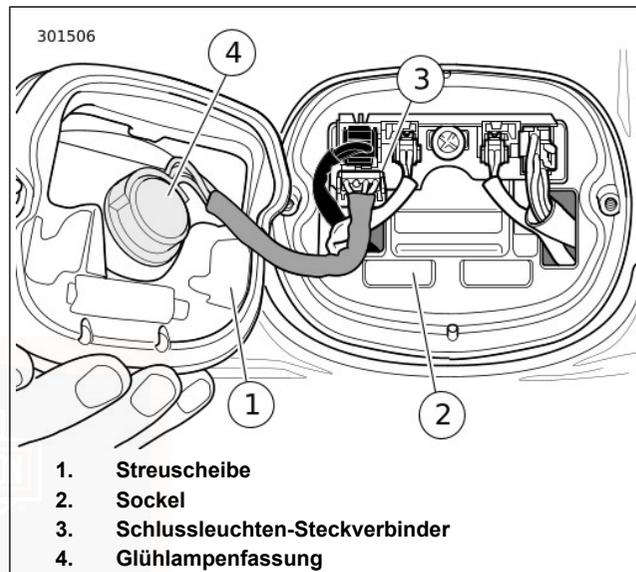

Abbildung 101. Schlussleuchtenbaugruppe
2. Siehe Abbildung 101. Den Schlussleuchten-Steckverbinder (3) abklemmen.
3. Die Glühlampenfassung (4) um eine Vierteldrehung nach links drehen und aus der Schlussleuchte nehmen. Die Glühlampe entfernen.
2. Siehe Abbildung 101. Fassung (4) in die Schlussleuchtenbaulampe einstecken. Eine Vierteldrehung im Uhrzeigersinn drehen.
3. Den Schlussleuchten-Steckverbinder (3) einstecken.